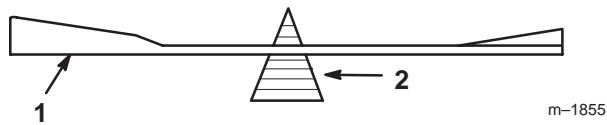

Figure 29
2. Vérifiez l'équilibre de la lame en la plaçant sur un équilibrEUR (Fig. 29). Si la lame reste horizontale, elle est équilibrée et peut être utilisée. Si la lame est